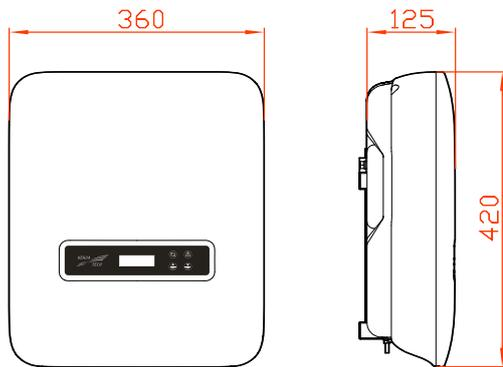

Figura 3-6 Tamaño (unidad: mm)
- Paso 1 Determine el lugar de instalación según el tamaño del inversor (como se muestra en la Figura 3-6) y el espacio de instalación (como se muestra en la **3.2.3 Espacio de instalación**).